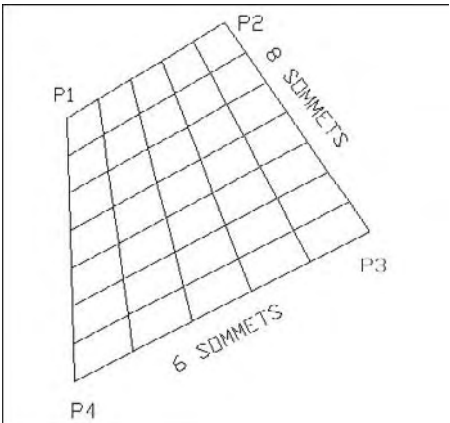

Fig.6.11
- PYRAMID (E) : permet de construire une pyramide à 3 ou 4 côtés. La base peut être rectangulaire ou triangulaire. Le sommet peut être un point (apex), une face (top) ou une arête (ridge) (fig.6.11).